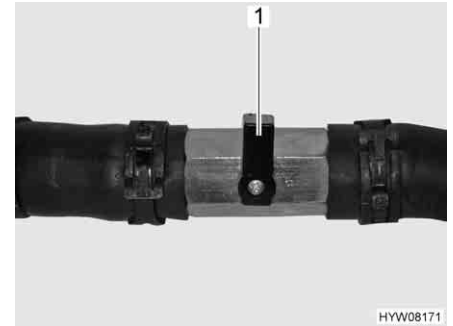

Bild 205 Absperrhahn geschlossen
- Den Hebel (Bild 205,1) quer zur Rohrleitung stellen.